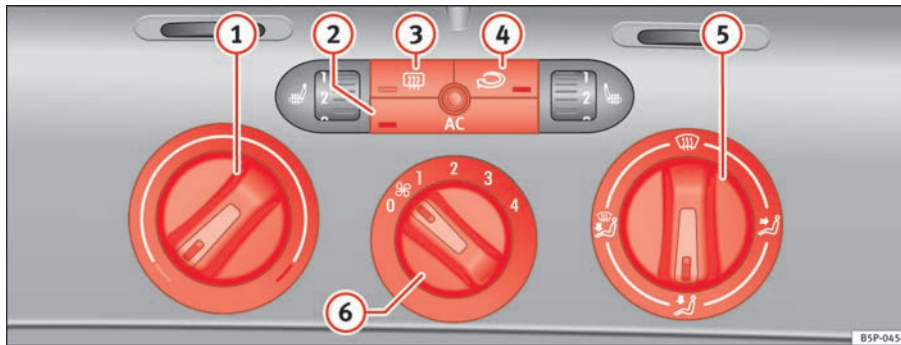

Abb. 129 In der Instrumententafel: Bedienelemente der Climatic
- Drehen Sie den Temperaturregler ⇒ Abb. 129 ① nach rechts, bis die gewünschte Heizleistung erreicht ist.